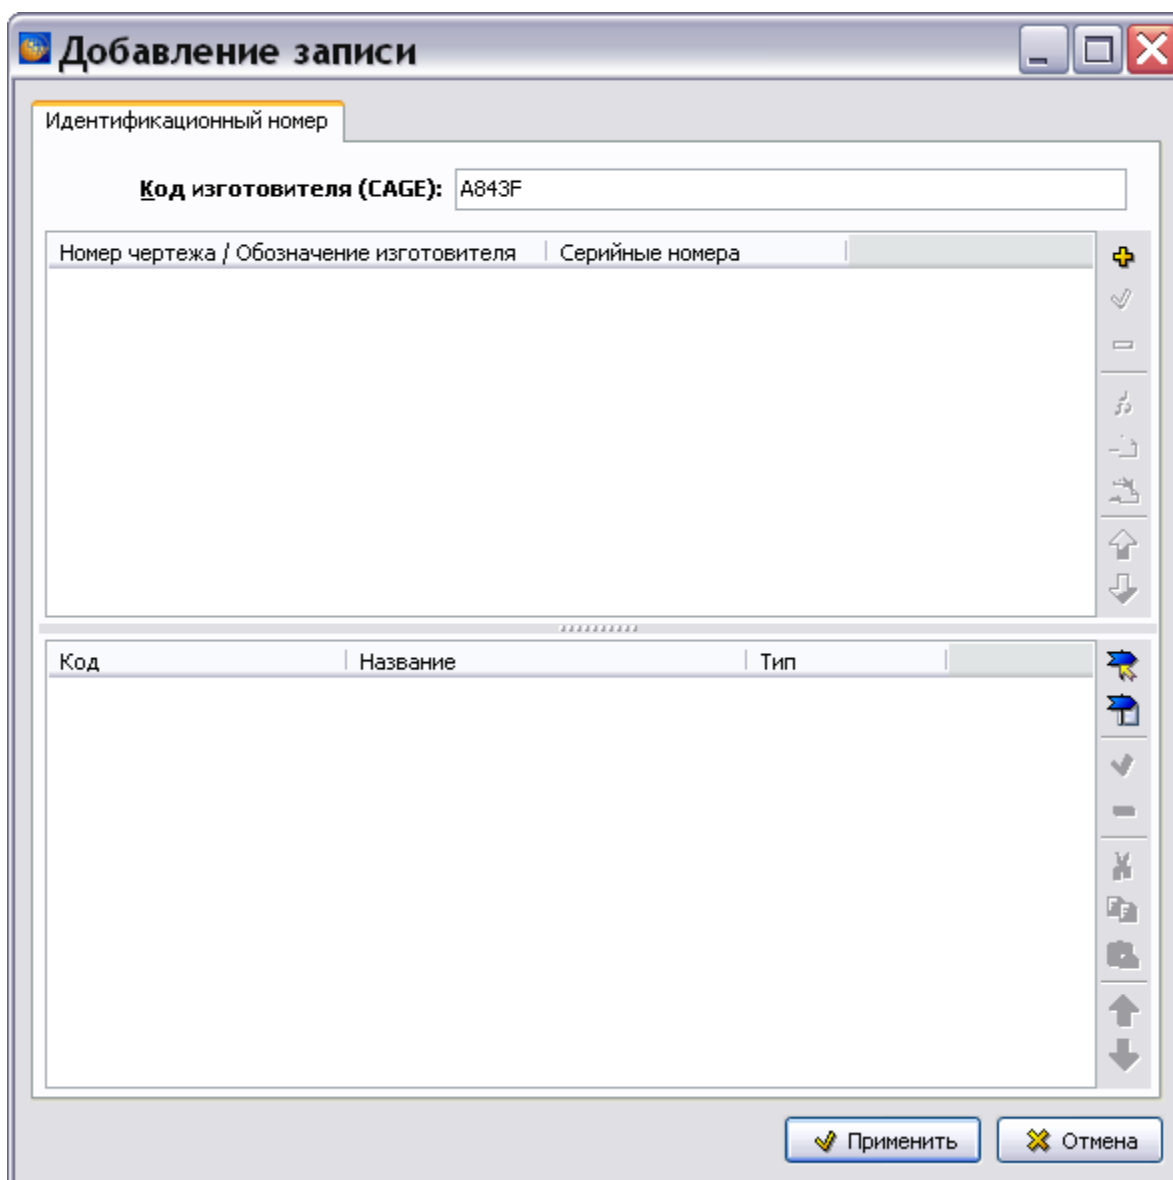

Рис. 12.5
1. Нажмите на кнопку **Добавить серийный номер** . В окне **Добавление записи** введите **Код изготовителя (CAGE)**, например «A843F» (Рис. 12.5).